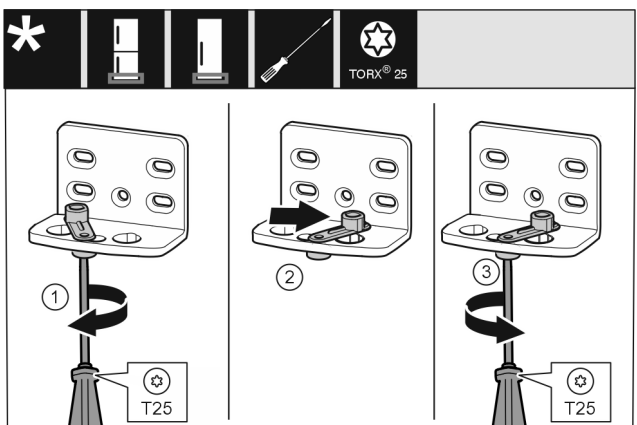

Fig. 10
- ▶ Šroubovákem T25 volně přišroubujte šroub. Fig. 10 (1)
- ▶ Zvedněte pomůcku zavírání dveří a v otvoru ji otočte o 90° doprava. Fig. 10 (2)
- ▶ Šroubovákem T25 šroub pevně utáhněte. Fig. 10 (3)